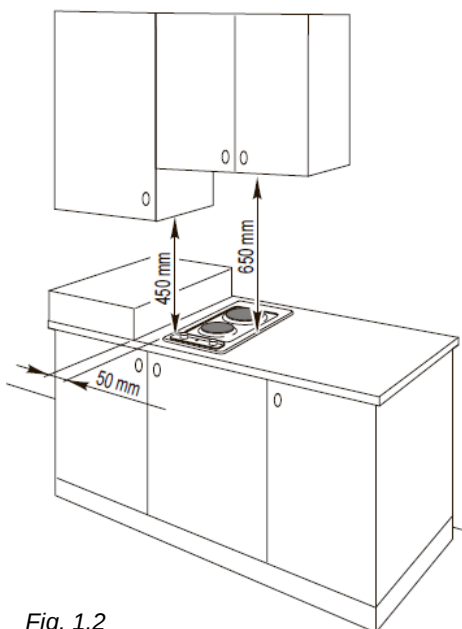

Fig. 1.2
- o tampo do fogão não deve estar a menos de 50 mm de distância de qualquer parede lateral (fig. 1.2);
- deve haver uma distância de, pelo menos, 650 mm entre a placa e qualquer armário de parede ou exaustor posicionado imediatamente acima (ver fig. 1.2);